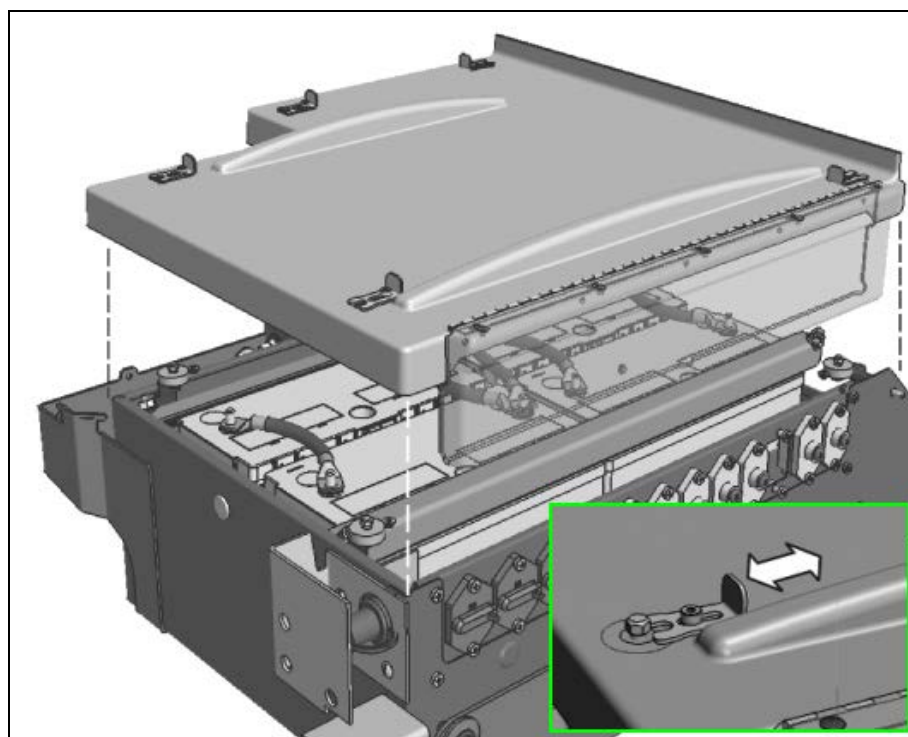

Fig.1 Retrait du couverct à cinq (5) fixations.
1. Dans le compartiment moteur latéral du véhicule, localiser la boîte à batteries et retirer le couverct (Fig.1).